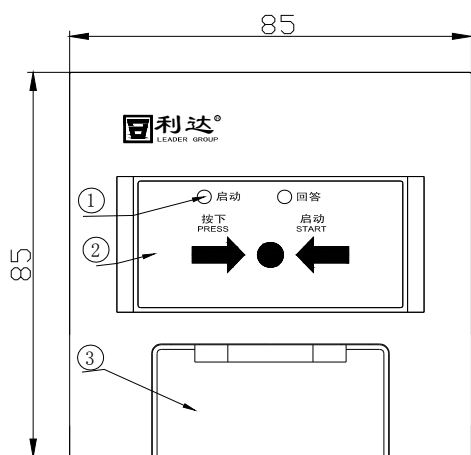

图 3-1 前面板简图
- 1) 外形尺寸见图 3-1、3-2 所示：L 85 mm×H 85mm×W 40mm(含底座)。